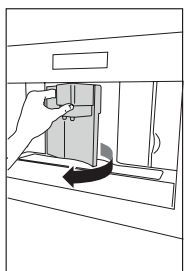
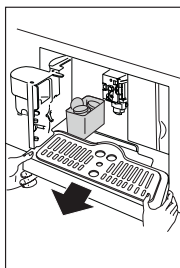
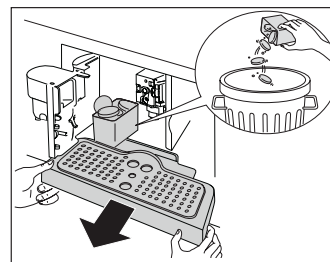

Fig. 23
Fig. 24
Fig. 39
- ▶ Per eseguire la pulizia aprire lo sportello di servizio sulla parte anteriore tirando l'erogatore (Fig. 23), estrarre quindi la vaschetta raccogliogocce (Fig. 24) e pulirla (Fig. 39).